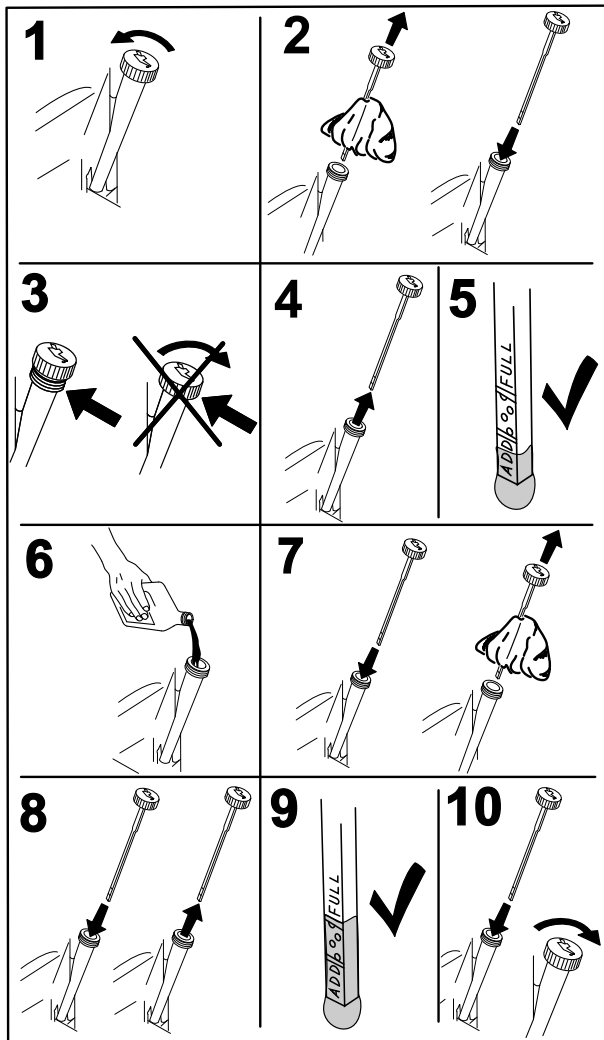

Figure 41
2. Avant de quitter la position de conduite, coupez le moteur, enlevez la clé de contact et attendez l'arrêt de toutes les pièces mobiles (Figure 41).